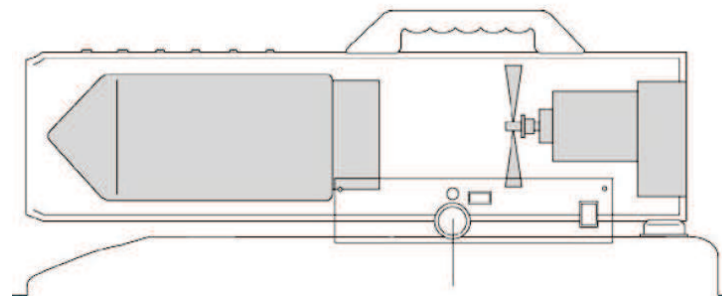

рис. 5
- данная тепловая пушка оборудована терморегулятором (рис. 5), который отключает пушку, когда внутренняя температура превышает безопасный предел. Если это устройство включает, а затем выключает тепловую пушку, возможно, требуется ремонт.